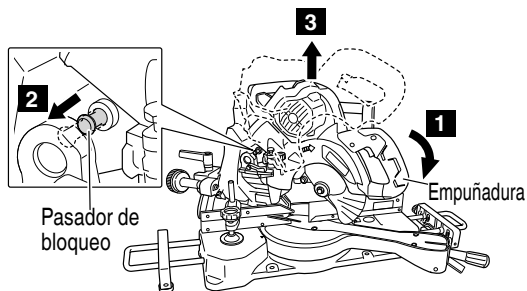

Fig. 7
4. Liberar el pasador de bloqueo. (Fig. 7)